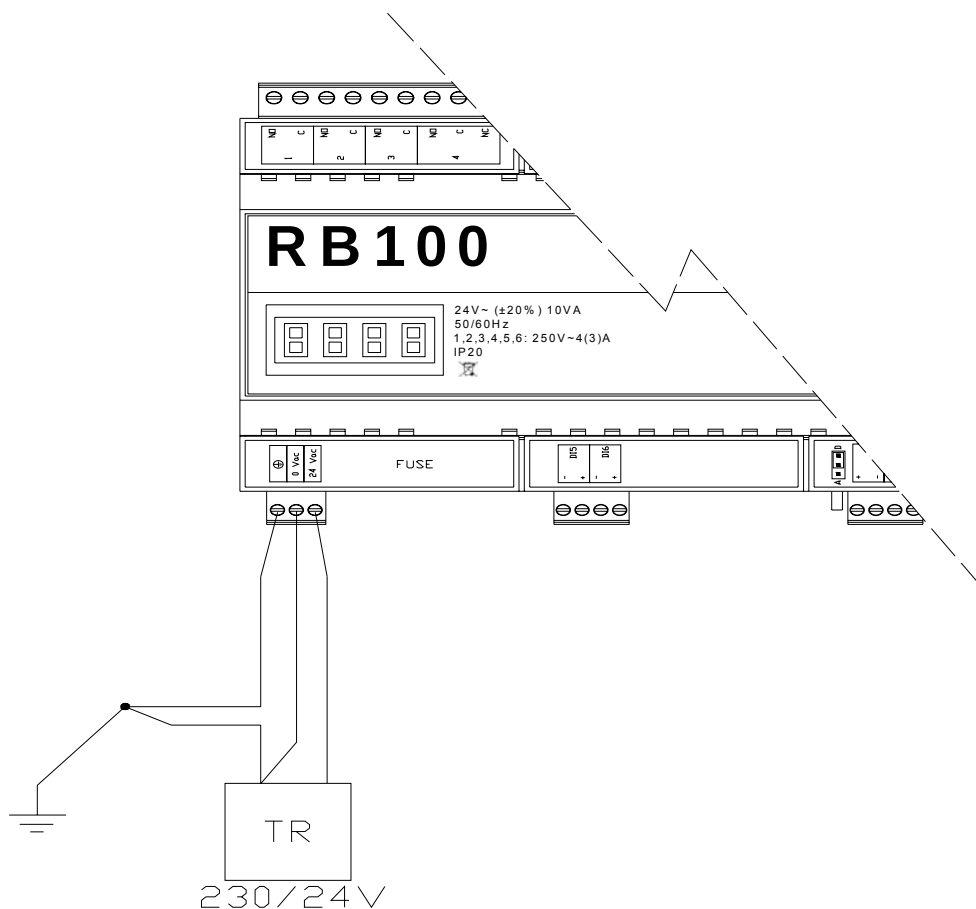

Figure 9 RB100. Exemple de branchement au réseau : alimentation électrique 24 Vca 10 VA
4. Réaliser le branchement avec des fils ayant une section minimale de $0,75 \text{ mm}^2$, comme le montre la Figure 9, en respectant les polarités.